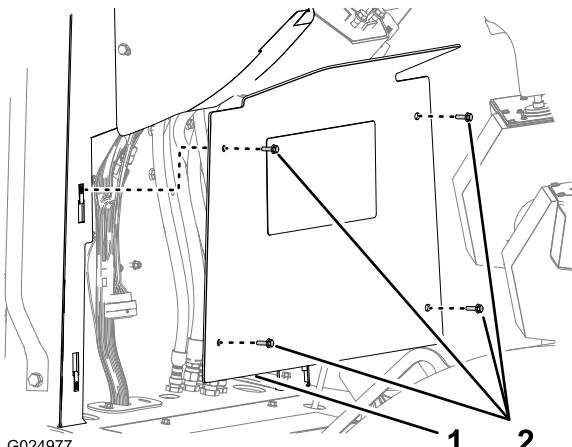

Figura 123
1. Retire los 4 pernos de cabeza hexagonal con arandela prensada (6 x 20 mm) que sujetan el panel inferior de la consola a la consola, y retire el panel (Figura 123).
3. Alinee el panel inferior de la consola con la consola (Figura 123).